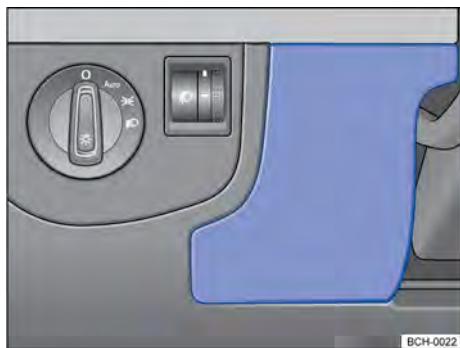

Fig. 178 Del lado del conductor en el panel de instrumentos: cubierta de la caja de fusibles.
- Sostener la cubierta de la caja de fusibles → fig. 178 y tirarla hacia adelante.